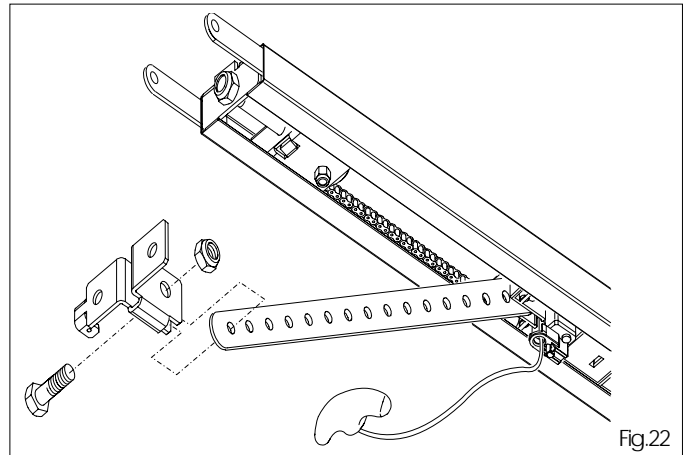

Fig.22
6.17 Fissare l'attacco all'asta di trascinamento con apposita vite e dado (fig.22).